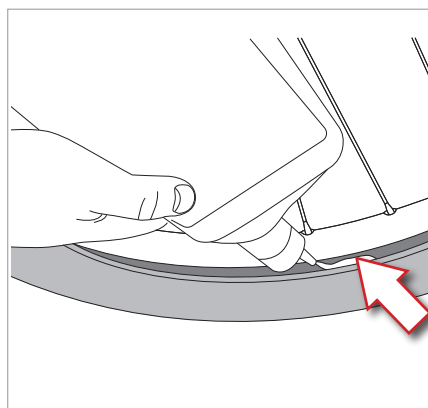

Abb.19
- Wenn Sie keine Spritze zur Hand haben, lösen Sie eine Seite des Reifens ab, füllen Sie die vom Hersteller empfohlene Menge der Flüssigkeit ein und bringen Sie den Wulst wieder am Mittelkanal der Felge an (Abb. 19).